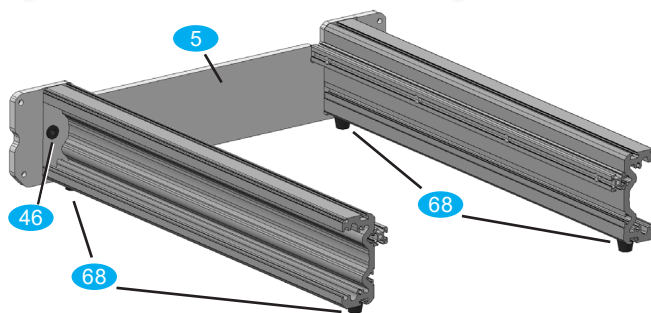

Bild 15: Grundaufbau Tisch
- Verschrauben Sie mit den Flachkopfschrauben **G3** die beiden vormontierten Tischseiten mit dem Stirnblech **5**, wie in Bild 15 gezeigt. Ziehen die Schrauben nicht fest.
- Spuren Sie die rechte Portalwange in die Führung der rechten Tischseite ein, wie in Bild 15 gezeigt. Lösen Sie dazu wenn nötig die Verschraubungen der Exzenter und verdrehen Sie diese mit einem Innensechskantschlüssel, bis die Rollen spannungsfrei auf den Schienen laufen.